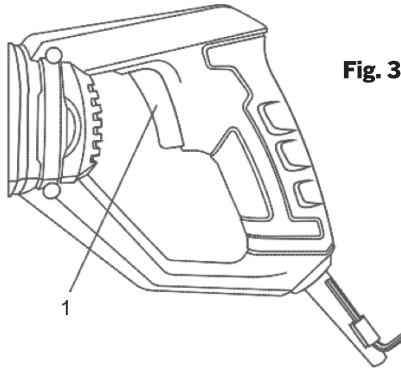

Fig. 3
1. Pour mettre la scie en marche, appuyez légèrement sur la gâchette de l'interrupteur (1) (Fig. 3).